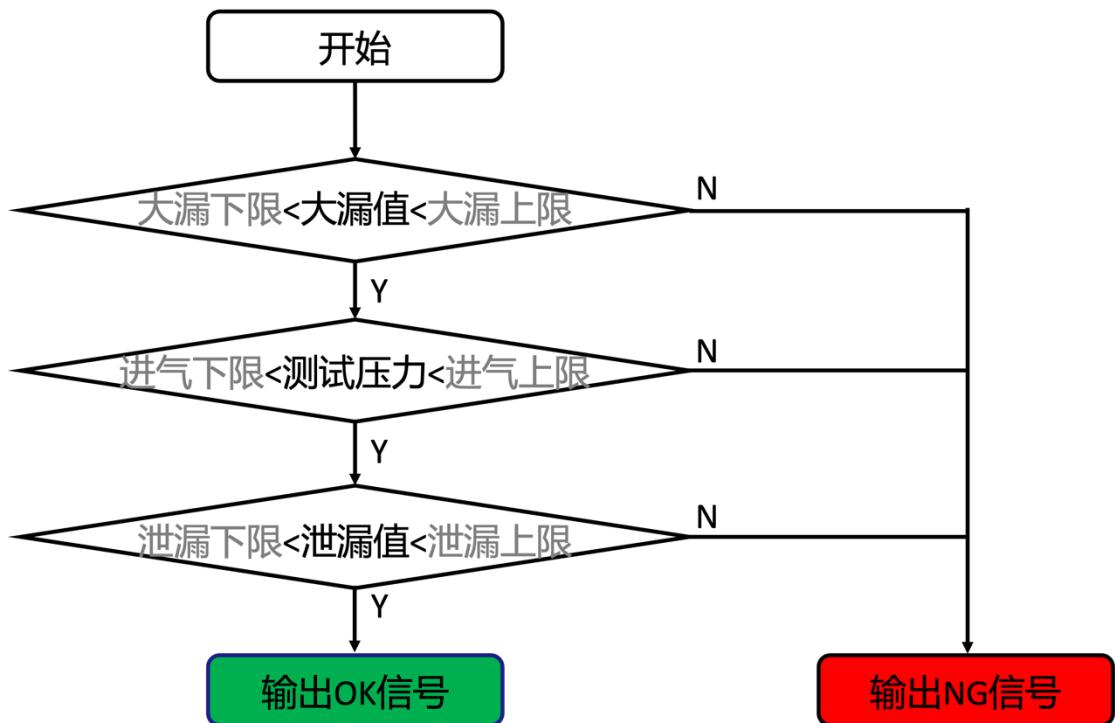

图 4-5 正压成品测试判断逻辑图
第二步分压：仪器打开阀 Y3，让压缩空气进入产品和模腔之间，分压结束后记录压力值 P5，仪器依据初始仪器内部体积和  $P4/P5$  压力值，可以计算出外侧管路和模腔之间的体积（运用了公式③理想气体状态方程），如果计算出的大漏值（体积）在大漏上下限之间，则仪器继续进行下一步测试，如果不再大漏上下限之间，仪器会报“产品大漏”，然后停止测试，并输出 NG 信号，详见图 4-5 正压成品测试判断逻辑图。
第二步分压：仪器关闭阀 Y6,打开 Y3，让压缩空气进入产品和模腔之间，分压结束后记录压力值 P5，依据初始仪器内部体积和  $P4/P5$  压力值，可以计算出外侧管路和模腔之间的体积（运用了公式③理想气体状态方程），如果计算出的大漏值（体积）在大漏上下限之间，则仪器继续进行下一步测试，如果不再大漏上下限之间，仪器会报“产品大漏”，然后停止测试，并输出 NG 信号，详见图 4-5 正压成品测试判断逻辑图。